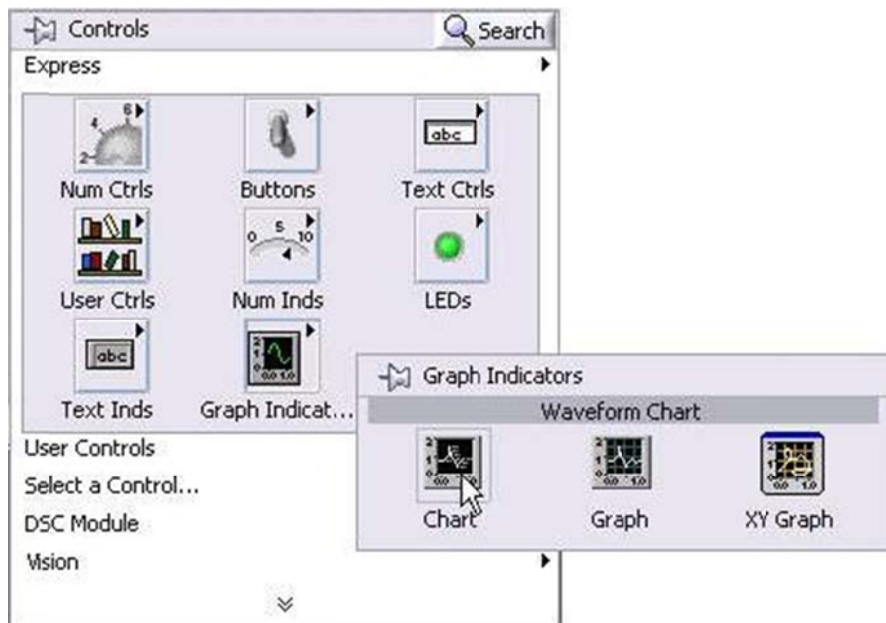

Figura 6. Seleccione una Waveform Chart de la paleta Controls.
2. Seleccione **View » Controls Palette** seguido de **Express » Graph Indicators » Chart** y ubíquela en el panel frontal como se muestra en la figura 6.